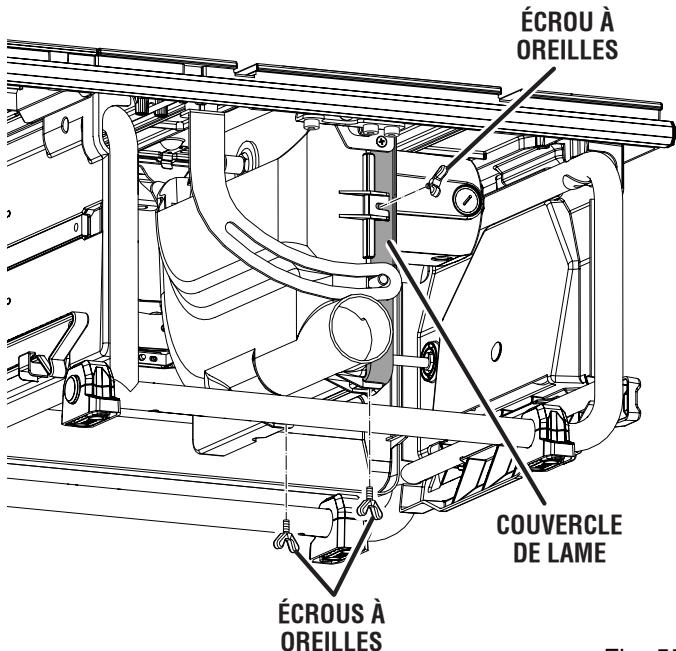

Fig. 55
- Dévisser les écrous à oreilles et ouvrir le couvercle du lame. Nettoyer la poussière de scie et les puces de bois de le couvercle du lame. Fermeture et obtenir. (Voir la figure 55.)